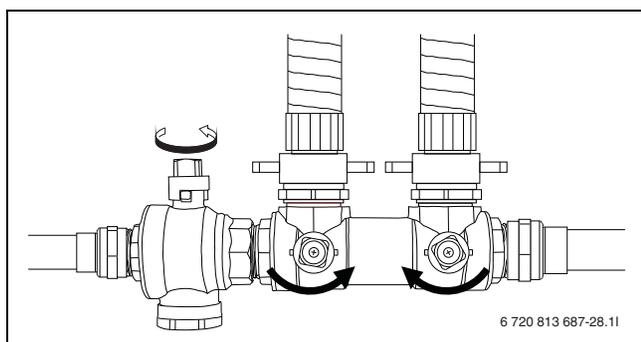

Рис. 18 Заполняющие устройства в нормальном положении
- ▶ Установите краны заполняющего устройства в нормальное положение (→ рис. 18) и выключите насос заполняющей станции.